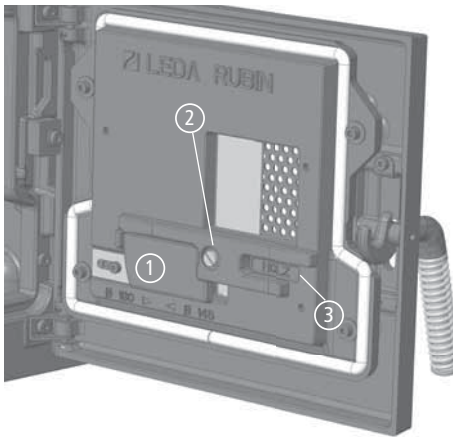

Abb. 3.4 Brennstoff-Einstellung „Holz“ in der geöffneten Aschefachtür
Liegt die flächige Seite ① des Brennstoffwählers ② links, ist die Luftzufuhr für den Brennstoff Scheitholz oder Holzbrikett eingestellt - in der Aschefachtür ist der Schriftzug „Holz“ ③ sichtbar (siehe Abb. 3.4). Für den Betrieb mit Braunkohlebrikett wird der Brennstoffwähler nach rechts gedreht - in der Aschefachtür ist dann der Schriftzug „Brikett“ ④ sichtbar (siehe Abb. 3.17).
| Brennstoffwähler:   | Stellung Holz (s. Abb. 3.4)   |